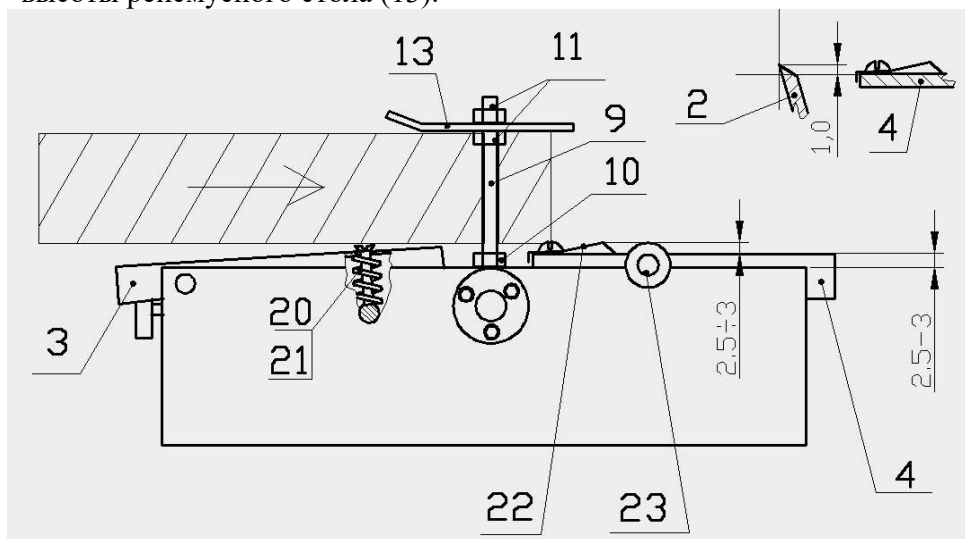

Рис. 3
- Для моделей Р2 - снять подающий вал (23) с заднего стола (4) (если он установлен), для чего:
- разкрепить 4 болта крепления заднего стола к стенкам корпуса и снять стол (4);
- вынуть из стенок корпуса подающий вал (23) вместе с опорами;
- установить задний стол (4) на место параллельно стенкам корпуса в соответствии с размерами на Рис.3;
Операции, выполняемые на станке, показаны на Рис.3÷12. Стрелками указано направление движения режущего инструмента и подача. Оператор всегда должен находиться со стороны подачи слева или справа от станка в стороне от режущего инструмента.
4.1. Рейсмусование. (Рис. 3). (для всех модификаций Р)
- Проверить выставление ножей (2) на высоту 1,0 мм выше передней кромки заднего стола (4) и проворачиваемость строгального вала;
В случае острой необходимости проведения обычного строгания на моделях Р и Р2 необходимо (см. Рис.3):